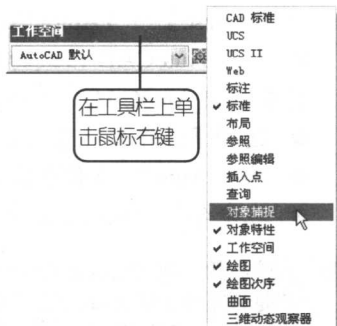

图 1.3 调用其他工具栏
- **工具栏：**工具栏中几乎包含了所有 AutoCAD 命令的工具按钮。AutoCAD 默认只调用用户最常用的工具栏，如【标准】、【对象特征】和【绘图】工具栏等。若用户要调用其他工具栏，可在已有的工具栏上单击鼠标右键，在弹出的快捷菜单中选择相应的工具栏名称即可，如图 1.3 所示。